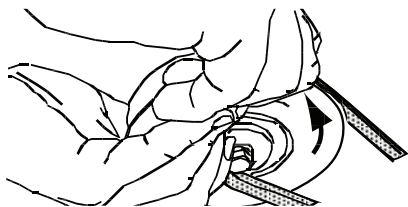

Figure 55
- Tirez sur le côté droit de la courroie et placez le côté plus étroit en forme de « V » de la courroie dans la poulie de la prise de force. Voir Figure 55.